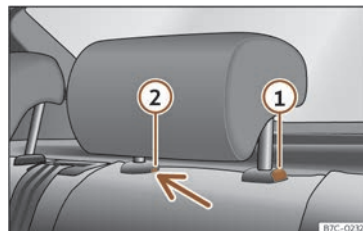

Fig. 109 Repousacabezas traseiro:desmontaxe.
- Prema a tecla >>> fig. 109 ①, apertando á vez polo orificio do seguro ② cun desparafusador plano de máximo 5 mm de anchura e retire o repousacabezas.